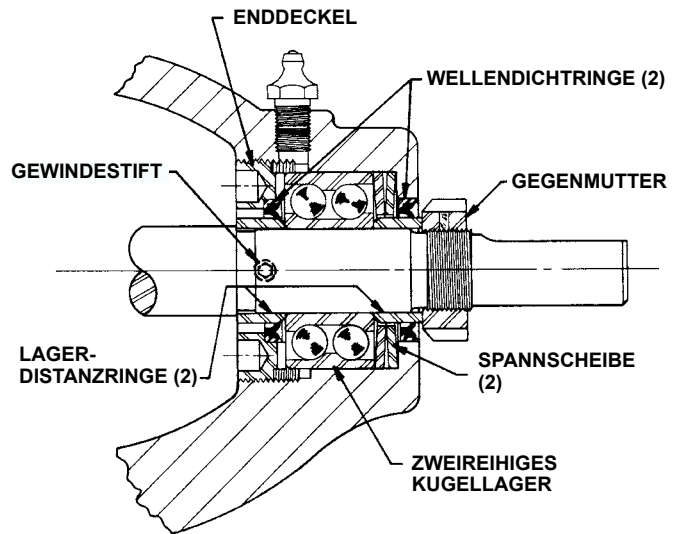

ABBILDUNG 7
8. Zum Ausbau der Teile des Drucklagers (**Abbildung 7**) zunächst die Gewindestifte lockern, mit denen der Enddeckel befestigt ist. Anschließend den Enddeckel abnehmen, damit das Kugellager und die Spannscheiben ausgebaut werden können. Die Lager sollten gründlich gewaschen und untersucht werden. Bei Anzeichen von Verschleiß oder Schäden sollten neue Lager verwendet werden.
Beim Einbau neuer Wellendichtringe sicherstellen, dass die Ringe mit den Lippen wie in **Abbildung 7** dargestellt zusammengebaut werden.
4. (Siehe Abbildung 7). Die beiden Spanscheiben mit sich berührenden Innendurchmessern (die Außendurchmesser werden dann getrennt) in den Drucklagerbereich der Halterung einsetzen. Dann das zweireihige Kugellager und den Enddeckel, der die Wellendichtung enthält, anbringen. Den Enddeckel von Hand anziehen, bis Widerstand spürbar ist, und dann eine weitere halbe Umdrehung festziehen.